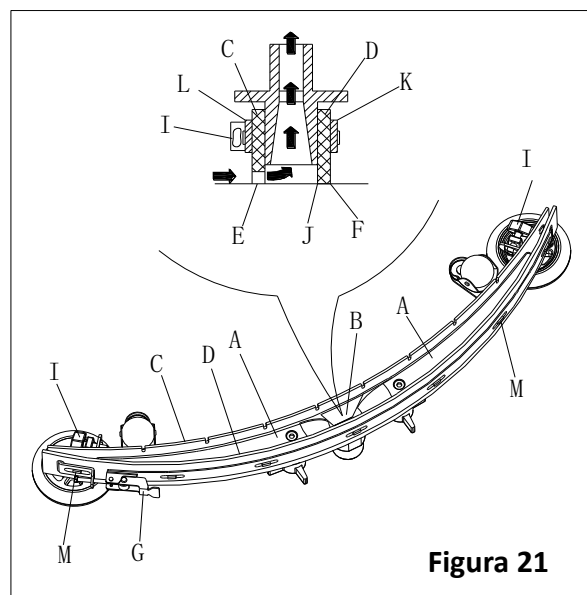

Figura 21
2. Verifique se as beiras (E, Figura 21) da lâmina frontal (C) e as beiras (F) da lâmina traseira (D) ficam ao mesmo nível, ao longo do seu comprimento; se necessário, ajuste a sua altura de acordo com os passos seguintes:
- Retire a barra de ligação (G), desencaixe os fixadores (M) e ajuste a lâmina traseira (D); volte a apertar os fixadores (M) e instale a barra de ligação (G).
- Desaperte os botões (I) e ajuste a lâmina frontal (C); volte a apertar os botões.
3. Verifique o estado da lâmina frontal (C) e a lâmina traseira (D) procurando por cortes de desgaste; se necessário, substitua de acordo com os passos seguintes. Verifique se o canto frontal (J) da lâmina traseira (D) não está desgastado; se necessário, gire a lâmina para substituir o canto desgastado por um em bom estado. Se os outros cantos também estiverem desgastados, substitua a lâmina de acordo com os passos seguintes:
- Retire a barra de ligação (G), desencaixe os fixadores (M) e retire a faixa retentora (K); substitua/gire a lâmina traseira (D). Monte a lâmina na ordem contrária dos passos acima descritos.
- Desaperte os botões (I) e retire a faixa retentora (L); substitua a lâmina frontal (C). Monte a lâmina na ordem contrária dos passos acima descritos. Depois de substituir a lâmina (ou girar), ajuste a altura como mostrado nos passos anteriores.
5. Instale o squeegee (B) e aperte os botões (C).